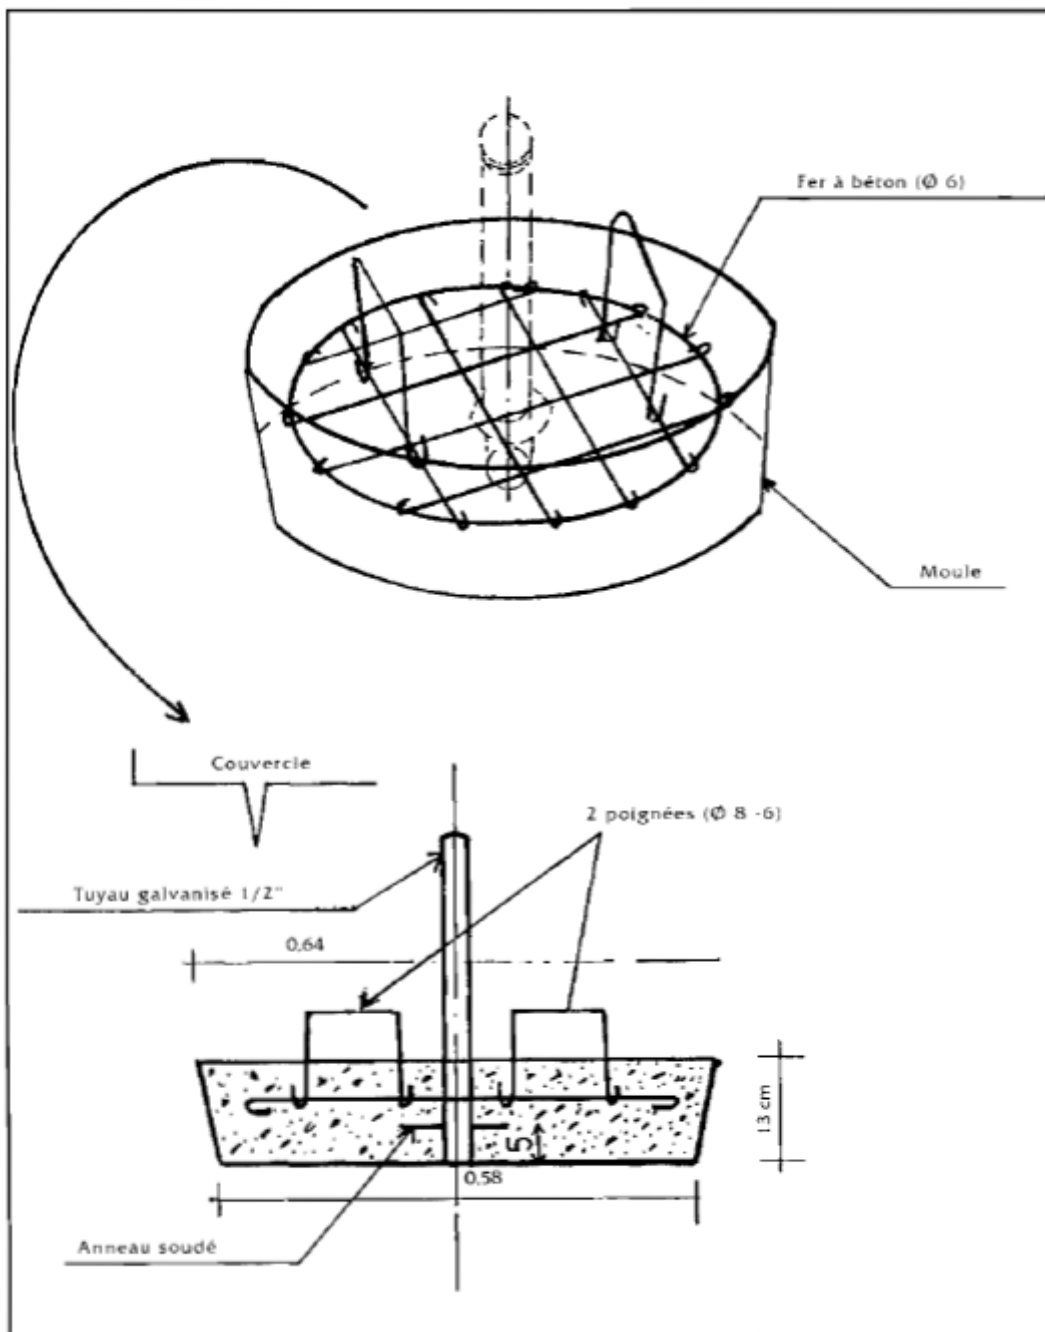

Figure 18 :
5.41/ Continuer à construire jusqu'à obtenir au centre du dôme, un trou circulaire de 60 cm de diamètre. Cette ouverture doit être exactement située dans l'axe de la buse de sortie de la cuve centrale. FIG. 18.